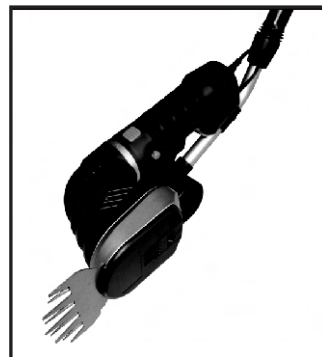

Fig. 13
2. Ajuste para el modo bordeadora (cortadora de pasto únicamente). (Fig. 13)
- 1) Gire el cabezal de corte hacia la posición de 90° o -90° para colocar la herramienta en el modo de bordeadora vertical. (Fig. 13)
- 2) Enchufe el conector de mango (10) en la entrada del cable de conexión del mango (el orificio superior) (21).